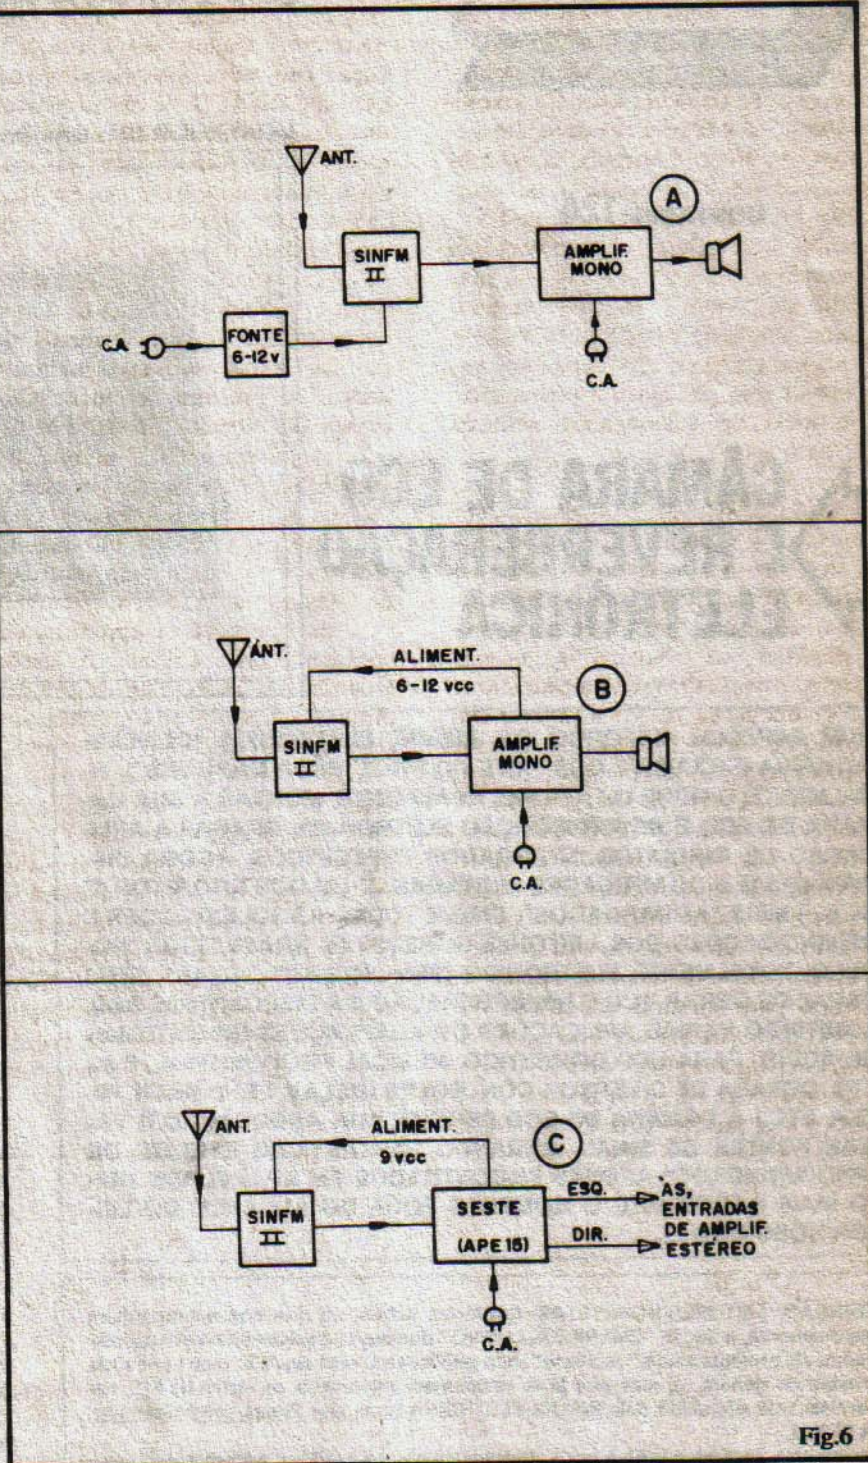

Fig.6
- FIG. 6 - Diagramas de blocos dos diversos acoplamentos sensíveis para o SINFM II.